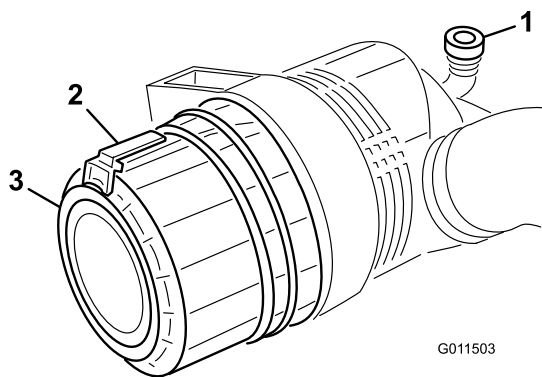

Figure 54
1. Tirez le verrou vers l'extérieur et tournez le couvercle du filtre à air dans le sens antihoraire (Figure 54).